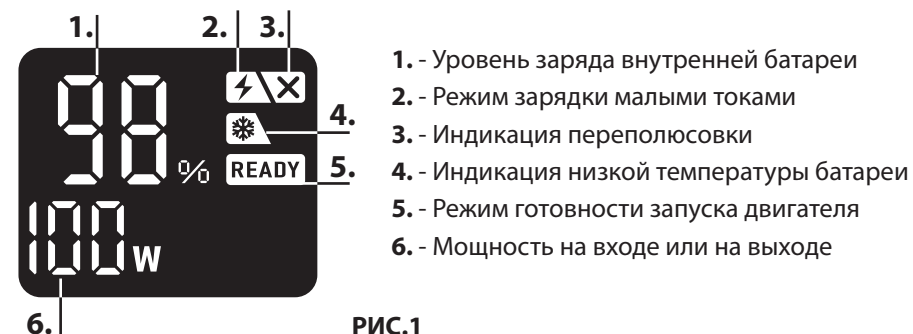

РИС.1
На ЖК-дисплее ПЗЭС (рис.1) во время использования возможна следующая индикация ошибок в сопровождении звукового сигнала:
ПЗЭС оборудована ЖК-дисплеем с индикацией параметров и режимов работы: (см. рис. 1).
3. Если на ЖК дисплее (рис.1) горит индикатор 3 и выдается звуковой сигнал, значит перепутаны плюсовой и минусовой полюса при подключении к АКБ автомобиля. Исправьте соединение в соответствии с пунктом 2.
4. Если на ЖК дисплее (рис.1) горит индикатор 5 (READY), то переходите далее к пункту 6. Если индикатор 5 (READY) мигает, это означает, что АКБ автомобиля сильно разряжена, переходите далее к пункту 5.
5. Нажмите и удерживайте 2 секунды кнопку BOOST (рис.3), дождитесь, когда на ЖК-дисплее (рис.1) загорится индикатор 5 (READY) постоянно, и в течении 30 секунд осуществите запуск двигателя в соответствии с пунктом 6.